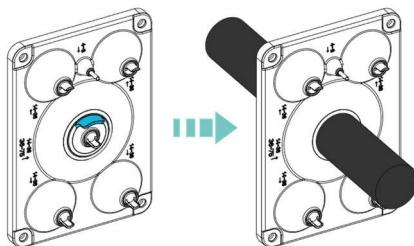

Figura 4-7b Passagem do fio externo de 3 ou 4 núcleos
6. Para cabos externos de três ou quatro núcleos, consulte a Figura 4-7b.